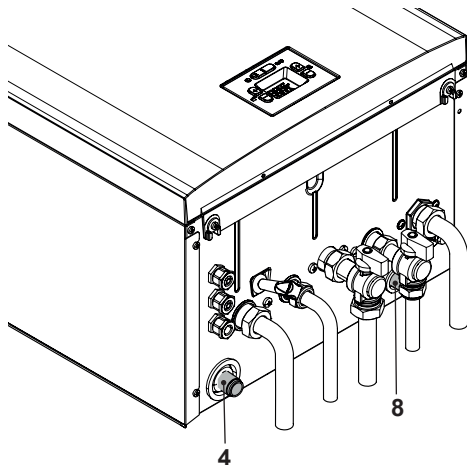

Figura 5.4
- Collegare lo scarico della valvola di sicurezza 8 (Figura 5.4) ad un imbuto di scarico.
- Collegare il tubo di scarico condensa 4 (Figura 5.4) all'interno del condotto di scarico condensa domestico o nell'imbuto di scarico della valvola di sicurezza, qualora lo scarico sia idoneo a ricevere condensa acida.